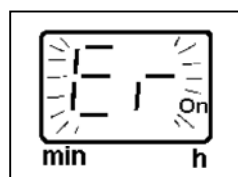

Рис. 20 Показание нарушения
- Если цикл смазки не закончится в течении 15 минут, на табло появляется мигающий сигнал нарушения „Er“ (см. символику на Рис.20). Насос больше самостоятельно не включится.